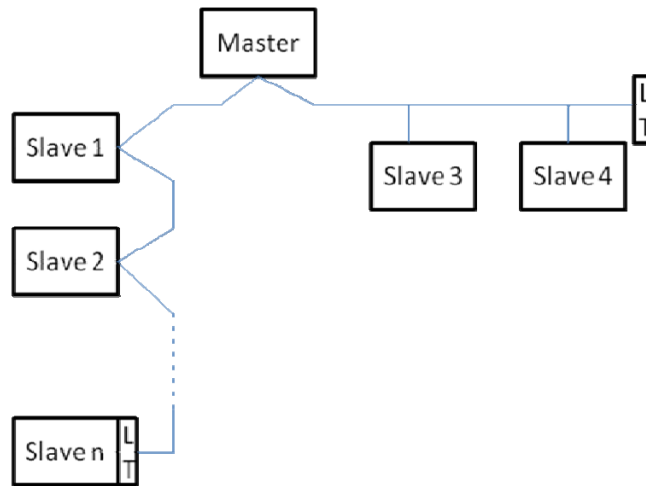

Figura 1: Ejemplo de red Modbus con terminación
El número máximo de dispositivos conectado a una red sin repetidor es 32. Como se muestra en la Figura 1, podrá ser necesario terminar la línea al principio y al final con resistencias de terminación (LT) .